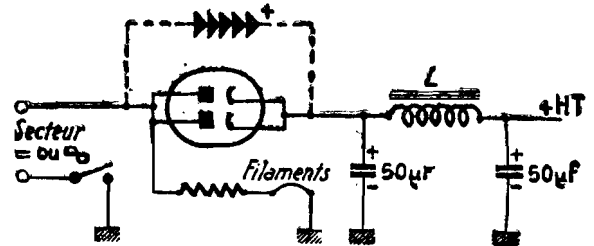

Figure 4
**Alimentation tous courants (fig. 4).** — Les filaments sont alimentés en série dans l'ordre suivant, à partir de la masse: 6M7, 6C5, 25L6 et 25Z6 (éventuellement). La valve peut fort bien être remplacée par un redresseur sec au cuivre-oxyde, figuré en pointillé sur le schéma; le pôle rouge correspond alors à l'électrode de sortie, c'est-à-dire à la cathode. La résistance série se calcule d'après la loi d'Ohm:  $R = V - V_0 / 0,3$ .  $V$  représente la tension du secteur,  $V_0$  la somme des tensions de chauffage. Pour  $V = 110$ ,  $V_0 = 62,6$  ou 37,6, suivant que le redressement s'opère par valve ou par cuivre-oxyde. On obtient  $R = 158 \Omega$  dans le premier cas, 241  $\Omega$  dans le second, l'écart correspondant à une chute de 25 V. dans le filament de la 25Z6. Si l'appareil doit être alimenté sur 220 volts, il convient d'ajouter une résistance supplémentaire; mais celle-ci est traversée par un courant plus élevé, puisqu'il faut tenir